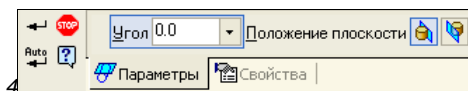

Рис. 18.7. Панель свойств: Касательная плоскость
- ◆ на Панели свойств: Касательная плоскость (рис. 18.7) на вкладке **Параметры** в окне **Угол** задано значение 0. Это значит, касательная плоскость перпендикулярна плоскости ZX. С помощью переключателя **Положение плоскости** можно построить плоскость с любой стороны цилиндрической поверхности;